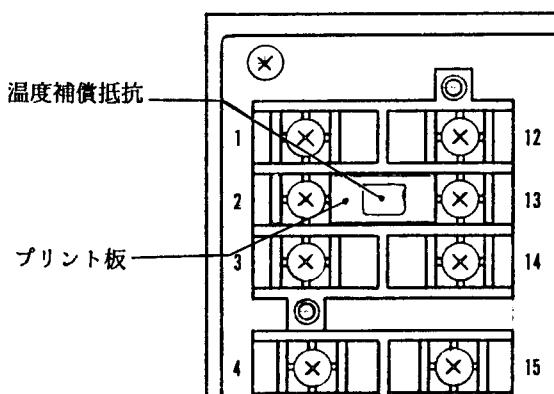

図1.
* 热電対入力の場合は、温度補償抵抗のついたプリント板が図1のように2番と13番端子にまたがって付いています。また、図2のように温度補償抵抗を保護するためにカバーが取付られています。